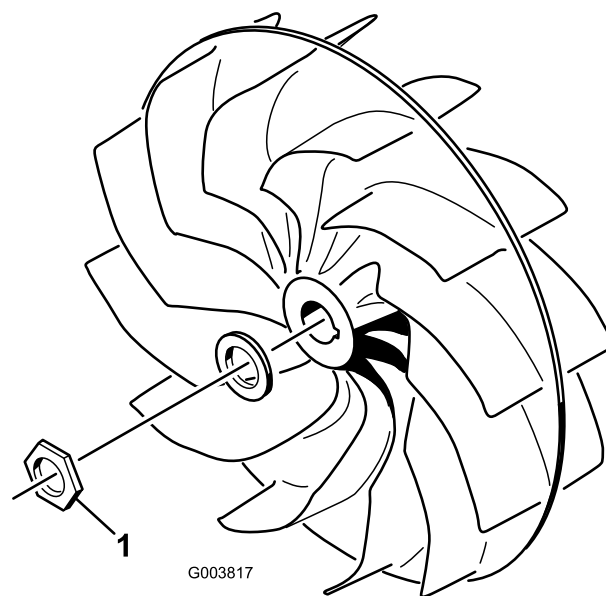

Figura 12
- A porca de montagem da ventoinha (Figura 12) deve ser apertada a 677 Nm.